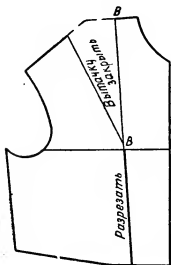

Рис. 290. Нанесение линий фасона блузок со сборками или вытачками по линии талии
**Нанесение линий фасона.** Для построения выкроек блузок со сборками или вытачками по линии талии берут основную выкройку блузки с нагрудной вытачкой (см. рис. 272, 273) и наносят на нее линии фасона. Для перенесения вытачки в линию талии кладут линейку на точку В и точку В1 и проводят линию разреза до низа изделия (рис. 290).